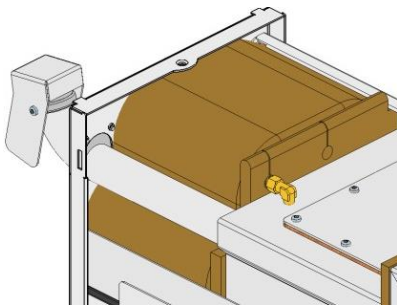
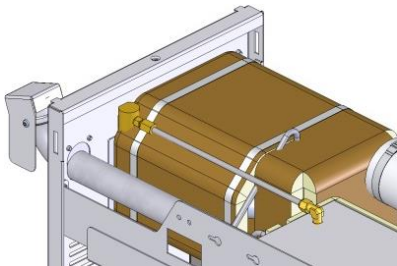

Abb. 6: Isolation bei 200T2 anbringen
Abb. 7: Isolation bei 250T3 anbringen
10. Isolation gemäss Abb. 6 bzw. Abb. 7 anbringen.